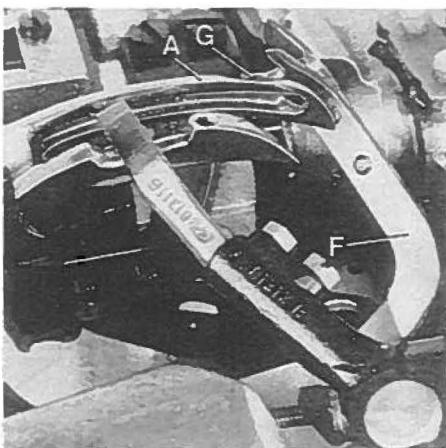

Fig.9
Rotate handwheel in sewing direction. On the upward travel of spreader (F, Fig. 9) the tip of its lower prong (G) must pass as close as possible in the recess behind the eye of the lower looper (A) without contacting it.
Drehen Sie am Handrad in Nährichtung. Bei der Bewegung des Blindgreifers (F, Fig. 9) nach oben muß die Spitze seines unteren Zinkens (G) so dicht wie möglich in der Aussparung hinter dem Ohr des Untergreifers (A) vorbeigehen ohne diesen zu berühren.